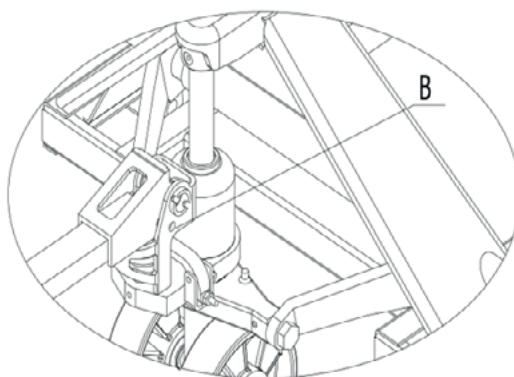

Fig.3
3.6 Revise la Fig. 3, levante la palanca 8 a una posición horizontal, extraiga el pasador B y guárdelo de manera adecuada para reemplazar la palanca cuando sea necesario. El ensamble se ha completado.